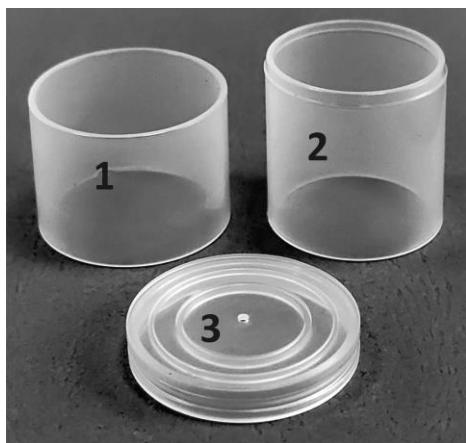

Рисунок 51
1. Кювета измерительная КИ-28 (Рисунок 51) состоит из 3 частей: внешняя втулка (1), внутренняя втулка (2), крышка (3).